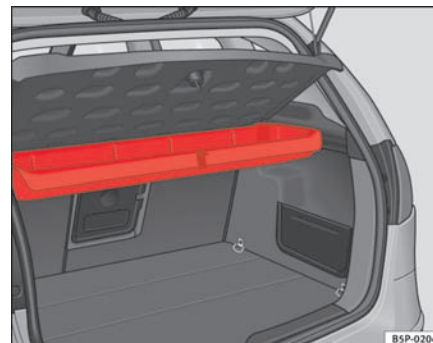
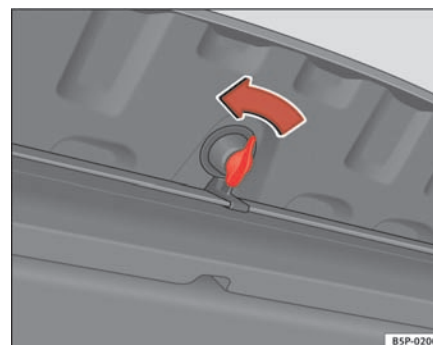

Fig. 117 Holder til advarselstrekant under den bageste afdækning
Fig. 118 Åbning af opbevaringsrum
Advarselstrekanten* er placeret i et opbevaringsrum under afdækningen til bagagerummet ⇒ side 141, fig. 117. Drej knappen 90° for at åbne opbevaringsrummet ⇒ side 141, fig. 118.
- Åbn opbevaringsrummet ved at dreje knappen 90° ⇒ side 141, fig. 118.